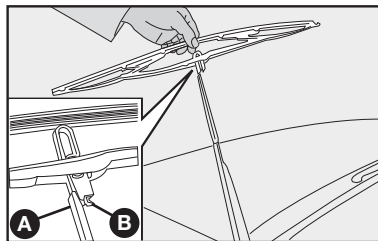

fig. 21
Substituição das palhetas do limpador do para-brisa - fig. 21
2) Tirar a palheta apertando a trava B-fig. 21 na haste A e simultaneamente empurrando-a para baixo; a seguir, desengatar a palheta da haste A.